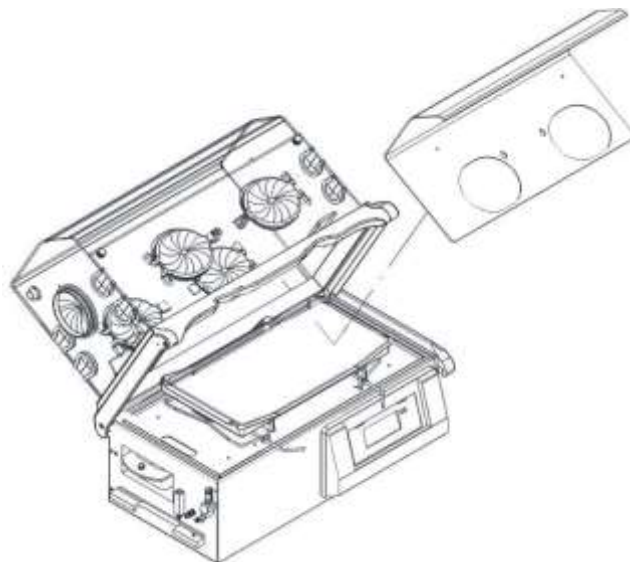

Figura 205 – Cúpula interna retirada
5. Mova para cima para destravar nos dois lados, com cuidado retire a cúpula interna para fora, conforme figura 205. Caso o equipamento estiver montado com o módulo de controle MC3, será necessário retirar o módulo dos sensores antes de retirar a cúpula interna.